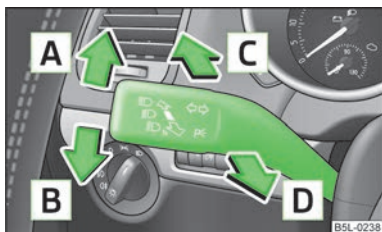

Fig. 29
- > Apăsați maneta » fig. 29 în sus , respectiv în jos .